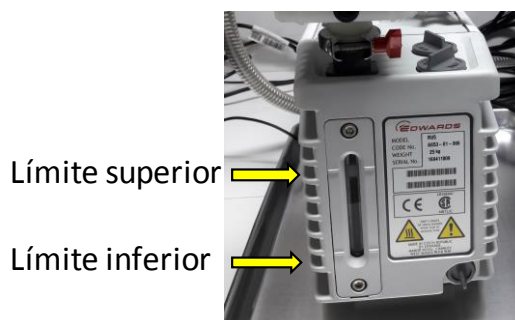

Figura 4. Verificación del nivel de aceite de la bomba mecánica.
8.2.6. Revise el nivel de aceite de la bomba mecánica. Se debe realizar el cambio del aceite cada 6 meses, máximo cada año. La bomba mecánica debe estar con el botón encendido en ON. El nivel del aceite no puede estar por debajo del límite inferior como se muestra en la **Figura 4**.